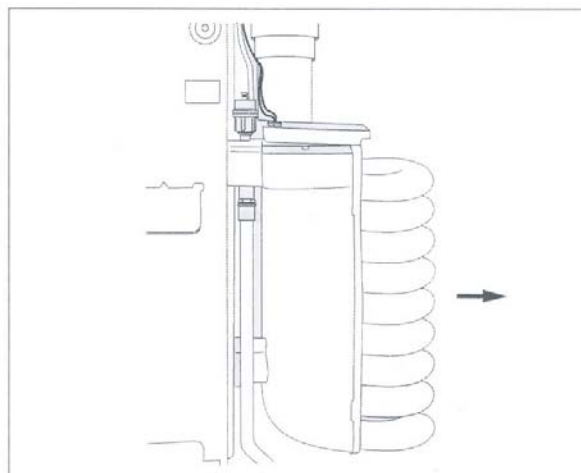

Fig. 46 Estrarre lo scambiatore di calore
- Estrarre dal davanti lo scambiatore di calore a spirale. Scaricare l'acqua residua dello scambiatore di calore nella vaschetta di condensa (fig. 46).